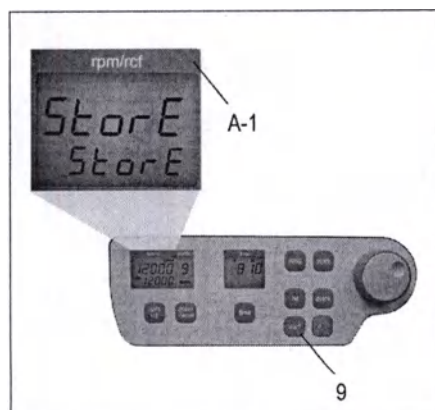

Рисунок 4
- Все изменения в настройках должны быть подтверждены кнопкой «start» [запуск]. В качестве визуального подтверждения на дисплее «rpm/rcf» [об/мин / центробежное ускорение] (A-1) появится слово «store» [сохранить]. Только после этого изменения в настройках будут действительны (см. Рисунок 4)!